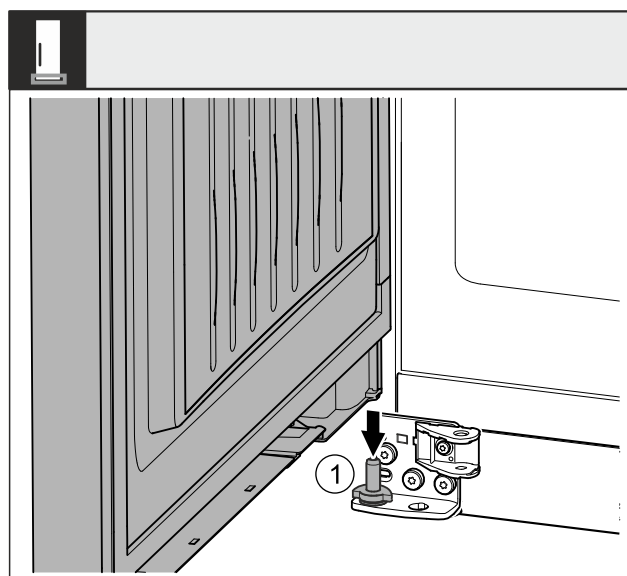

Fig. 42
- Futni derën nga lart mbi bulonin e rrotullimit Fig. 42 (1) poshtë.